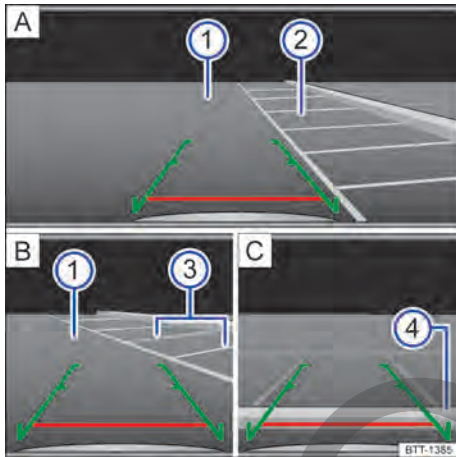

Fig. 112 Visualización del display del sistema de radio: estacionar con la cámara de marcha atrás.
Leyenda para fig. 112:
- Colocar el vehículo delante de la plaza de estacionamiento → fig. 112 ② **A**.
- Conducir hacia atrás lentamente y maniobrar de modo que las guías verdes laterales conduzcan entre las líneas de delimitación de la plaza de estacionamiento seleccionado ② **A**.
- Alinear el vehículo en la plaza de estacionamiento seleccionada de modo que las guías verdes laterales queden sobre las líneas de límite lateral ③ **B**.
- Detener el vehículo cuando la línea roja alcance el límite trasero ④ **C**. <